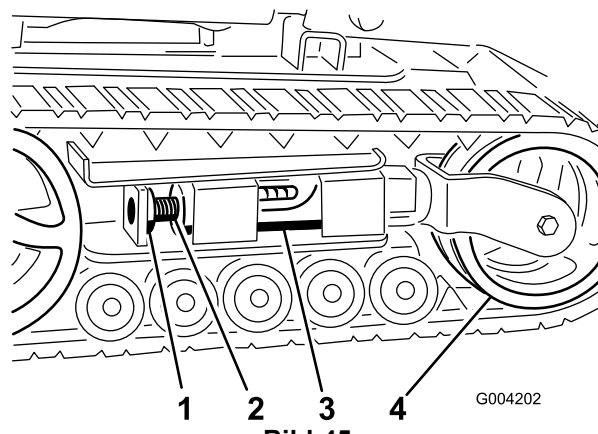
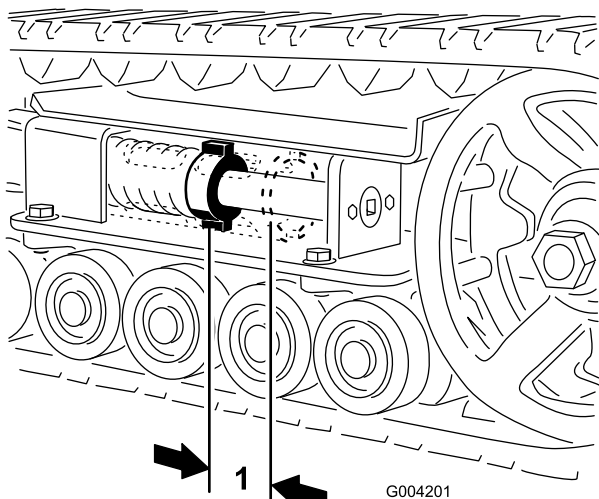
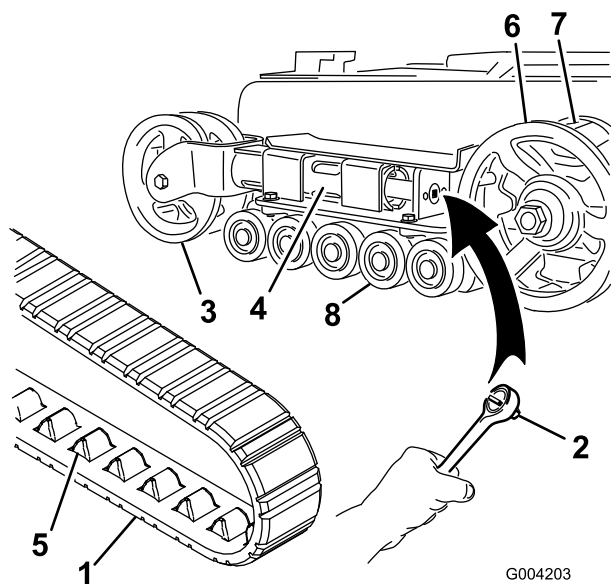
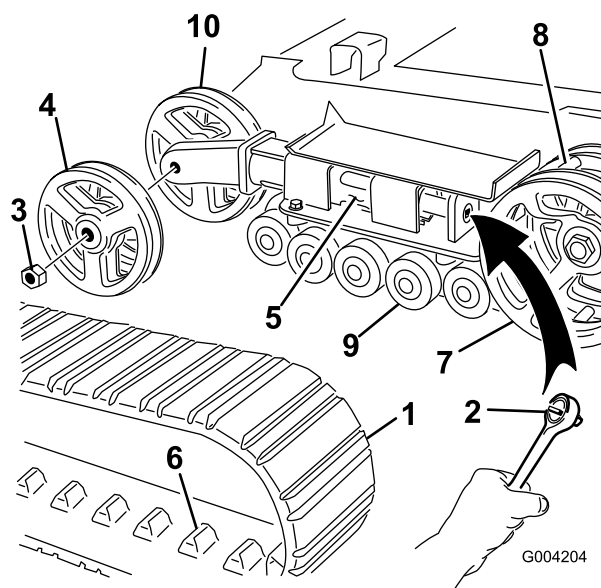

Bild 45
Bild 44
Bild 46
Bild 47
Zwischen der Spannungsmutter und der Rückseite des Spannungsrohrs sollte ein Abstand von 7 cm sein (Bild 44). Stellen Sie ansonsten die Kettenspannung wie folgt ein:
3. Entfernen Sie die Befestigungsschraube und Mutter (Bild 45).
4. Drehen Sie die Spannschraube mit einem Sechskantschlüssel (1/2 Zoll) (Bild 46) nach links, bis der Abstand zwischen der Spannmutter und der Rückseite des Spannungsrohrs 7 cm beträgt (Bild 44).
5. Richten Sie die am nächsten liegende Kerbe in der Spannschraube mit dem Loch der Befestigungsschraube aus und befestigen Sie die Schraube mit der Befestigungsschraube und Mutter (Bild 45).
4. Lösen Sie die Antriebsspannung mit einem Sechskantschlüssel (1/2 Zoll), indem Sie die Spannschraube nach rechts drehen (Bild 45 und Bild 46).
5. Drücken Sie das Spannrاد zur Rückseite der Maschine, um den Abweigschlauch gegen den Rahmen zu bewegen (Bild 46). (Wenn es den Rahmen nicht berührt, drehen Sie die Spannschraube so lange, bis es funktioniert.)
7. Wenn Sie die Kette vom Spannrاد entfernt haben, entfernen Sie sie auch vom Antriebsrad und den Straßenrädern (Bild 46).
8. Legen Sie die neue Kette, beginnend beim Antriebsrad, um den Wirbel und stellen Sie sicher, dass die Stollen an der Kette zwischen die Distanzstücke auf dem Wirbel passen (Bild 46).
9. Drücken Sie die Kette unter und zwischen die Straßenräder (Bild 46).
11. Drehen Sie die Spannschraube nach links, bis der Abstand zwischen der Spannmutter und der Rückseite des Abweigschlauchs 7 cm beträgt (Bild 44).
4. Lösen Sie die Antriebsspannung mit einem Sechskantschlüssel (1/2 Zoll), indem Sie die Spannschraube nach rechts drehen (Bild 45 und Bild 47).
5. Drücken Sie das Spannrاد zur Rückseite der Maschine, um den Druckschlauch gegen den Rahmen zu bewegen (Bild 47). (Wenn es den Rahmen nicht berührt, drehen Sie die Spannschraube so lange, bis es funktioniert.)
6. Nehmen Sie die Mutter ab, mit der das äußere Spannrاد befestigt ist. Nehmen Sie das Rad ab (Bild 47).
7. Nehmen Sie die Kette ab (Bild 47).
8. Nehmen Sie die Mutter ab, mit der das innere Spannrads befestigt ist. Nehmen Sie das Rad ab (Bild 47).
12. Setzen Sie das innere Spannrads ein und befestigen Sie es mit der vorher abgenommenen Mutter (Bild 47).
14. Montieren Sie die neue Kette. Achten Sie darauf, dass die Stollen in der Kette zwischen die Distanzstücke in der Mitte des Antriebsrads passen (Bild 47).
15. Setzen Sie das äußere Spannrads ein und befestigen Sie es mit der vorher abgenommenen Mutter (Bild 47).
17. Drehen Sie die Spannschraube nach rechts, bis der Abstand zwischen der Spannmutter und der Rückseite des Abzweigschlauchs 7 cm beträgt (Bild 44).